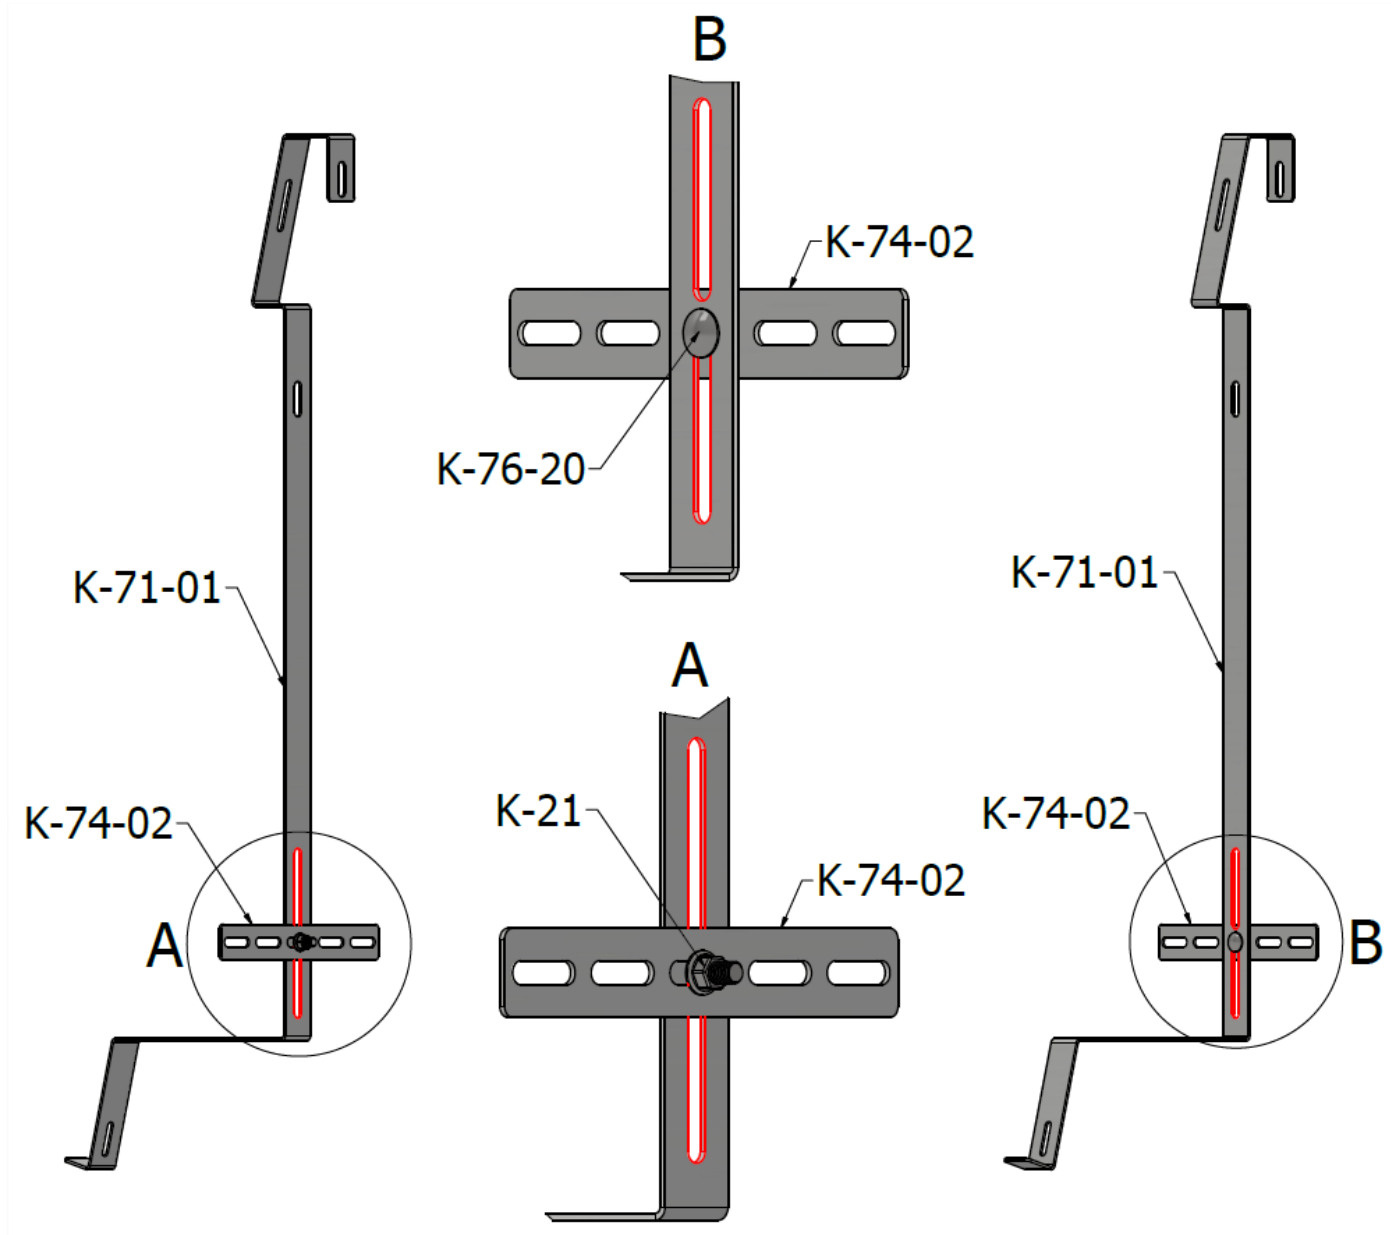

ABB.6 Verdrehen von Flacheisen K-74-02 mit Haken K-71-01
6. Im nächsten Schritt wird die Konstruktion so über das Gelände gestülpt, dass sie auf dem Element K-71-01 oder K-74-03 aufliegt, falls dieses verwendet wird (ABB.6).